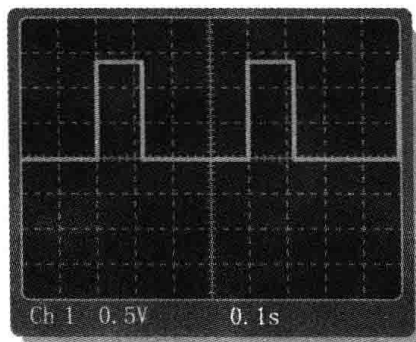

图 8-82
43. 求图 8-82 中屏幕显示的脉冲波形的幅度、脉冲宽度和占空比，水平轴为 0V。